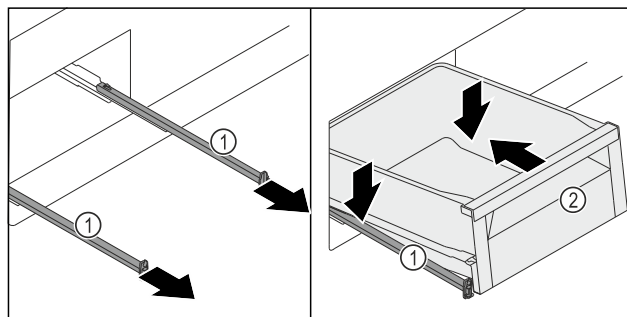

Fig. 248
- Sortir les rails Fig. 248 (1).
- Maintenir les rails Fig. 248 (1) et installer le tiroir Fig. 248 (2) incliné du haut sur les rails Fig. 248 (1).
- Pousser le tiroir Fig. 248 (2) sur les rails Fig. 248 (1) vers l'arrière jusqu'en butée.